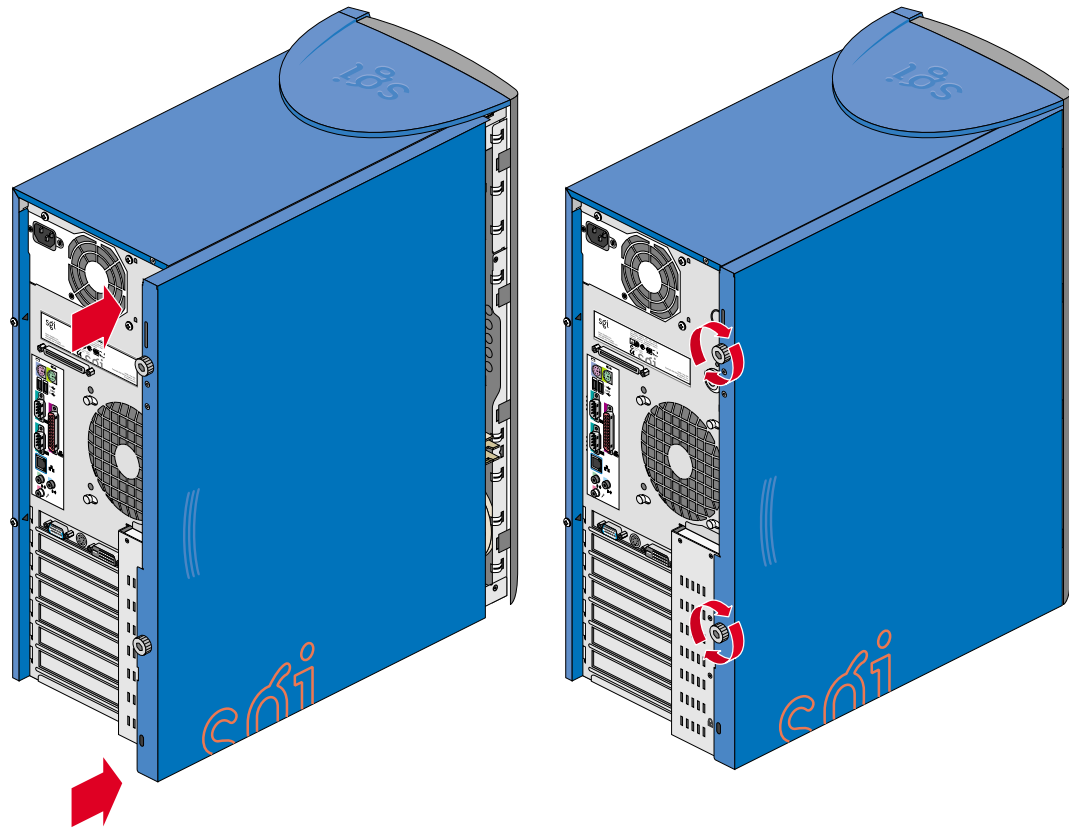

Abbildung 2-39 Vorschieben der Seitenabdeckung
- Schieben Sie die Seitenabdeckung in Richtung auf die Vorderseite des Gehäuses, bis sie richtig sitzt. Abbildung 2-39 veranschaulicht das Vorgehen.